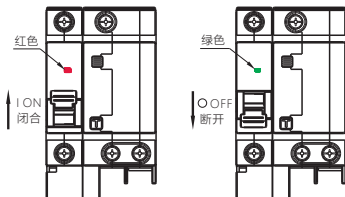

图2 产品闭合、断开状态指示
6.1 安装前先检查断路器标志与所使用的工作条件是否相符，闭合、断开状态指示如下图2